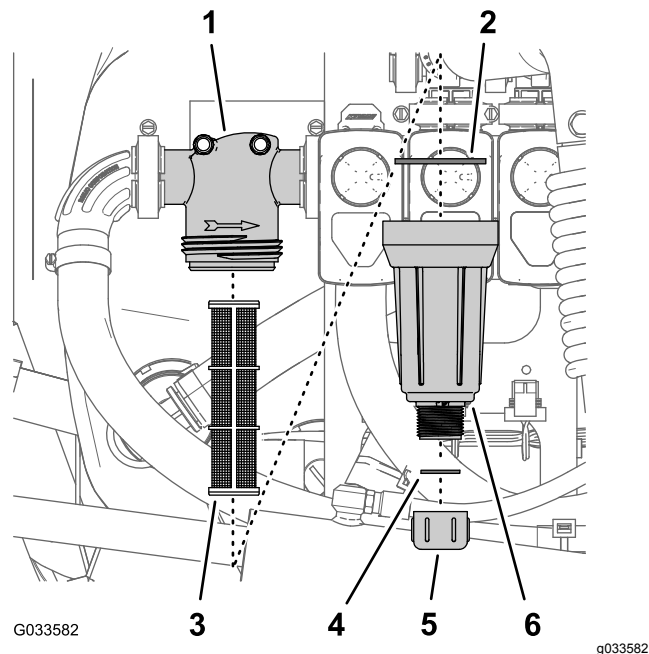

Рисунок 97
- Поместите сливной поддон под фильтр линии нагнетания (Рисунок 97).
- Поверните крышку сливного отверстия против часовой стрелки и снимите ее со стакана фильтра линии нагнетания (Рисунок 97).
- Поверните стакан против часовой стрелки и отделите его от головки фильтра (Рисунок 97).
- Снимите элемент фильтра линии нагнетания (Рисунок 97).
- Проверьте прокладку пробки сливного отверстия (расположенную внутри стакана) и прокладку стакана (расположенную внутри головки фильтра) на наличие повреждений и износа (Рисунок 97).
- Вставьте элемент фильтра линии нагнетания в головку фильтра (Рисунок 97).
- Установите стакан на головку фильтра, затянув от руки (Рисунок 97).
- Установите крышку сливного отверстия на штуцер в нижней части стакана и затяните крышку от руки (Рисунок 97).